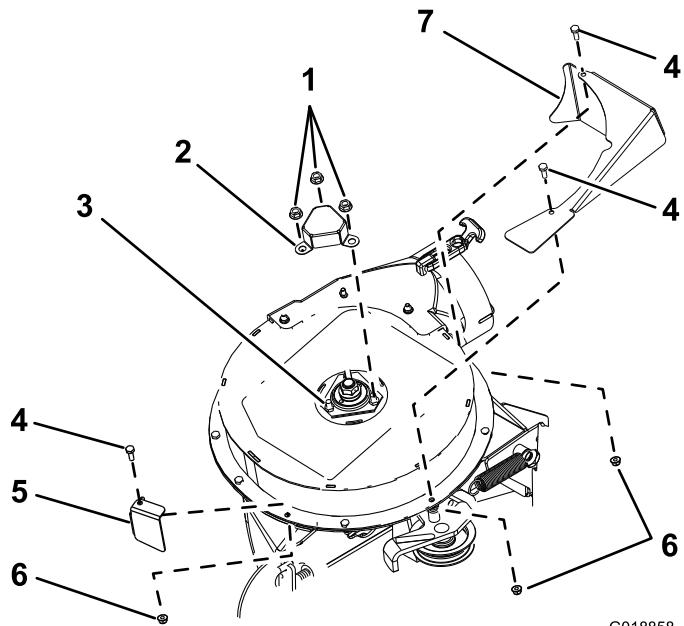

Bild 8
1. Fluchten Sie die Wellenschutzvorrichtung mit den drei Schrauben und drei Muttern aus, mit denen das obere Lagergehäuse befestigt ist (Bild 8).
Entfernen der Wellenabdeckung und der Befestigungen (Seite 4) entfernt haben, am Gebläse, siehe Bild 8.
1. Fluchten Sie die vordere Schutzvorrichtung mit dem oberen Gebläsegehäuse aus (Bild 8).
2. Befestigen Sie die vordere Schutzvorrichtung mit einer Sechskantschraube (1/4" x 3/4") und einer Sicherungsmutter (1/4"), die Sie in Schritt 3 von Entfernen der Wellenabdeckung und der Befestigungen \(Seite 4\) entfernt haben, am oberen Gebläsegehäuse, siehe Bild 8.
3. Fluchten Sie die Schutzvorrichtung der Spannvorrichtung mit dem oberen Gebläsegehäuse aus (Bild 8).
4. Befestigen Sie die Schutzvorrichtung der Spannvorrichtung mit zwei Sechskantschrauben (1/4" x 3/4") und zwei Sicherungsmuttern (1/4"), die Sie in Schritt 3 von Entfernen der Wellenabdeckung und der Befestigungen \(Seite 4\) entfernt haben, am oberen Gebläsegehäuse, siehe Bild 8.